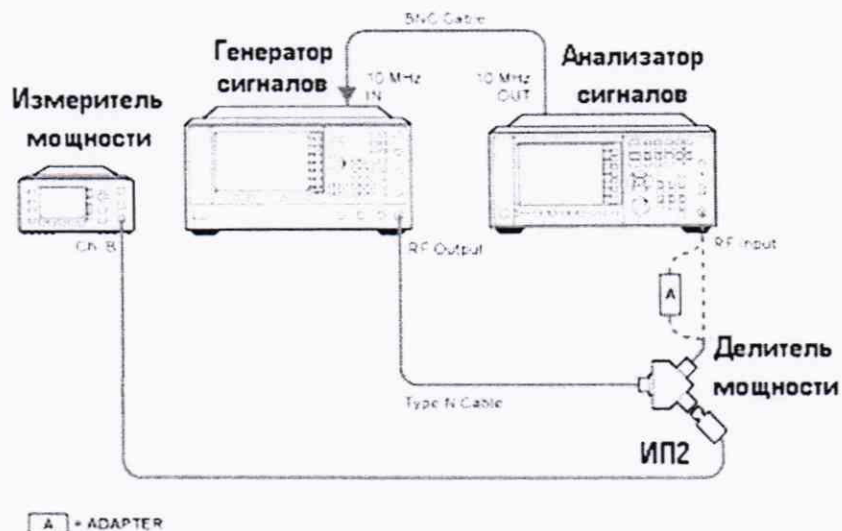

Рисунок 5
7.3.5.3 Отсоединить ИП1 от делителя. Освободившийся рукав делителя соединить с анализатором спектра (рисунок 5). На анализаторе установить DC coupled, предусилитель выключен, полоса обзора 1 МГц, ослабление аттенюатора 10 дБ. На генераторе установить уровень выходного сигнала -4 дБм, частота 50 МГц. Произвести измерения уровня сигнала уровня -10 дБм на частоте 50 МГц, установить маркер на пик, нажать маркер->дельта. Далее произвести измерения относительно 50 МГц на частотах $3 \cdot 10^5$, $1 \cdot 10^6$, $5 \cdot 10^6$, $1 \cdot 10^7$, $15 \cdot 10^7$, $45 \cdot 10^7$, $95 \cdot 10^7$, $1,25 \cdot 10^9$, $1,85 \cdot 10^9$, $2,25 \cdot 10^9$, $2,95 \cdot 10^9$, $3,55 \cdot 10^9$ Гц. Полученные значения зафиксировать, вычислить погрешность, учитывая погрешность делителя мощности.
7.3.5.6 Отсоединить ИП1 от делителя. Освободившийся рукав делителя с аттенуатором соединить с анализатором спектра (рисунок 5). На анализаторе установить DC coupled, предусилитель включен, полоса обзора 1 МГц, ослабление аттенуатора 10 дБ. На генераторе установить уровень выходного сигнала -4 дБм, частота 50 МГц. Произвести измерения уровня сигнала на частоте 50 МГц, установить маркер на пик, нажать маркер->дельта. Далее произвести измерения относительно 50 МГц на частотах $3 \cdot 10^5$, $1 \cdot 10^6$, $5 \cdot 10^6$, $1 \cdot 10^7$, $15 \cdot 10^7$, $45 \cdot 10^7$, $95 \cdot 10^7$, $1,25 \cdot 10^9$, $1,85 \cdot 10^9$, $2,25 \cdot 10^9$, $2,95 \cdot 10^9$, $3,55 \cdot 10^9$ Гц. Полученные значения зафиксировать, вычислить погрешность.
7.3.5.8 Отсоединить ИП1 от делителя. Освободившийся рукав делителя соединить с анализатором спектра (рисунок 5). На анализаторе установить DC coupled, предусилитель выключен, полоса обзора 1 МГц, ослабление аттенуатора 10 дБ. Произвести измерения уровня сигнала уровня -10 дБм на частотах $3,65 \cdot 10^9$, $5,05 \cdot 10^9$, $6,05 \cdot 10^9$, $7,05 \cdot 10^9$ (для опций 503, 508, 513, 526, 543, 544, 550), $8,05 \cdot 10^9$, $8,35 \cdot 10^9$ (для опций 508, 513, 526, 532, 543, 544, 550), $9,05 \cdot 10^9$, $10,05 \cdot 10^9$, $11,05 \cdot 10^9$, $12,05 \cdot 10^9$, $13,05 \cdot 10^9$, $13,55 \cdot 10^9$ (для опций 513, 526, 543, 544, 550), $14,05 \cdot 10^9$, $15,05 \cdot 10^9$, $16,05 \cdot 10^9$, $17,05 \cdot 10^9$, $18,05 \cdot 10^9$, $19,05 \cdot 10^9$, $20,05 \cdot 10^9$, $21,05 \cdot 10^9$, $22,05 \cdot 10^9$, $23,05 \cdot 10^9$, $24,05 \cdot 10^9$, $25,55 \cdot 10^9$, $26,05 \cdot 10^9$, $26,45 \cdot 10^9$ (для опций 526, 543, 544, 550), $30,05 \cdot 10^9$, $32,05 \cdot 10^9$ (для опций 543, 544, 550), $35,05 \cdot 10^9$, $37,05 \cdot 10^9$, $40,05 \cdot 10^9$, $43 \cdot 10^9$ (для опций 543, 544, 550), $44 \cdot 10^9$ (для опций 544, 550), $45,05 \cdot 10^9$, $46,05 \cdot 10^9$, $47,05 \cdot 10^9$, $48,05 \cdot 10^9$, $49,05 \cdot 10^9$, $50 \cdot 10^9$ (для опции 550) Гц. Измерения проводить дельта-маркером относительно 50 МГц. Полученные значения зафиксировать, вычислить погрешность, учитывая погрешность делителя мощности.
7.3.5.10 Отсоединить ИП1 от делителя. Освободившийся рукав делителя соединить с анализатором спектра (рисунок 5). На анализаторе установить DC coupled, предусилитель выключен, полоса обзора 1 МГц, ослабление аттенюатора 10 дБ. Произвести измерения уровня сигнала уровня -10 дБм на частотах из п. 7.3.6.9. Измерения проводить дельта-маркером относительно 50 МГц. Полученные значения зафиксировать, вычислить погрешность, учитывая погрешность делителя мощности.